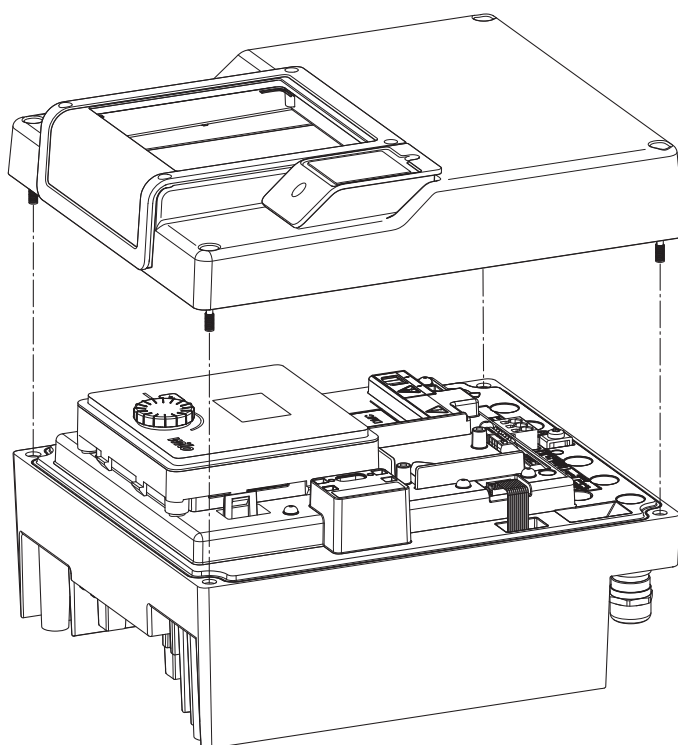

Fig. 45: Otevřít kryt elektronického modulu
- Otevřít kryt elektronického modulu. (Fig. 45).